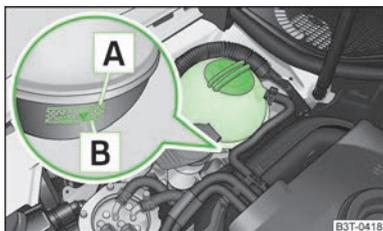

Fig. 135
Para rellenar recomendamos utilizar solamente aquel líquido refrigerante cuya designación se encuentra en el depósito de expansión del refrigerante » fig. 135 de la página 167.
- > Comprobar el nivel de líquido refrigerante en el depósito de expansión del mismo » fig. 135. Con el motor frío, el nivel de líquido refrigerante debe encontrarse entre las marcas **B** (mín.) y **A** (máx.). Con el motor caliente, el nivel puede sobrepasar también ligeramente la marca **A** (máx.).
- > Colocar un trapo sobre el tapa de cierre del depósito de expansión de líquido refrigerante » fig. 135 de la página 167 y desenroscar el tapón **con cuidado**.
¡No rellenar el depósito de líquido refrigerante por encima de la marca **A** (máx.) » fig. 135 de la página 167! El líquido refrigerante excedente es expulsado del sistema de refrigeración a través de la válvula de sobrepresión situada en el tapón de cierre del depósito de compensación del refrigerante al calentarse.